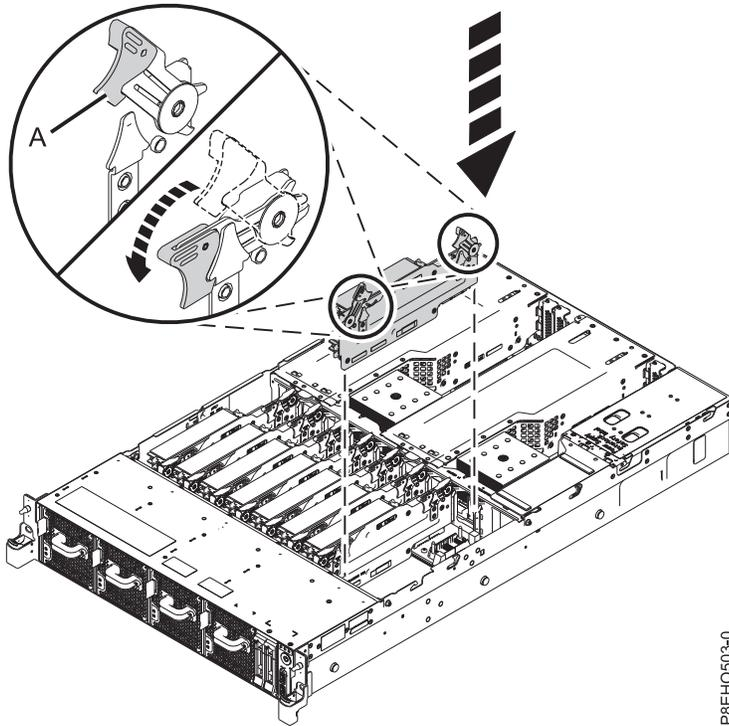

Figure 33. Installation d'une carte de bus mémoire dans le système
- a. Assurez-vous que les taquets de déverrouillage sont ouverts à un angle d'environ 60 degrés, comme illustré par (A) dans la figure 33, à la page 26.
- d. Appuyez sur les taquets de déverrouillage pour les placer en position fermée. Voir (A) dans la figure 33, à la page 26.